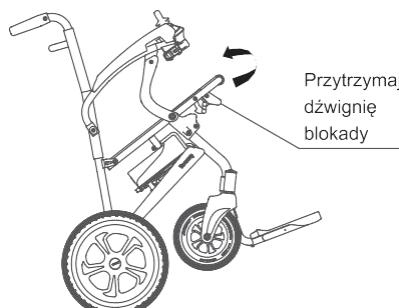
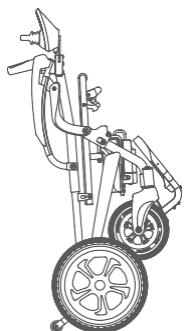

Рисунок 5.12
Рисунок 5.13
- ▶ Левой рукой возьмитесь за поручень, а правой потяните рычаг блокировки вверх, затем сложите тележку вверх, как показано на рис. 5.12. Когда тележка собрана, установите ее в вертикальное положение, как показано на рис. 5.13.